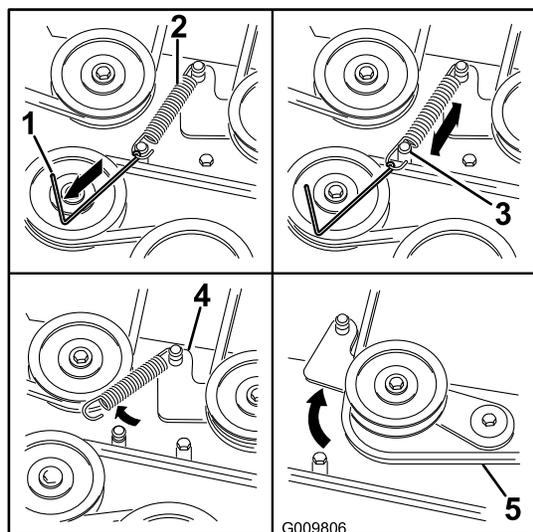

Figure 64
6. À l'aide d'un outil de dépose de ressort (réf. Toro 92-5771), décrochez le ressort de l'ergot sur le tablier pour éliminer la tension sur la poulie de tension (Figure 64).
9. Acheminez la courroie neuve autour des poulies du tablier de coupe et de la poulie d'embrayage, sous le moteur (Figure 64).
10. À l'aide d'un outil de dépose de ressort (réf. Toro 92-5771), accrochez le ressort à l'ergot situé sur le tablier, ce qui a pour effet d'exercer une tension sur la poulie de tension et la courroie du tablier de coupe (Figure 64).